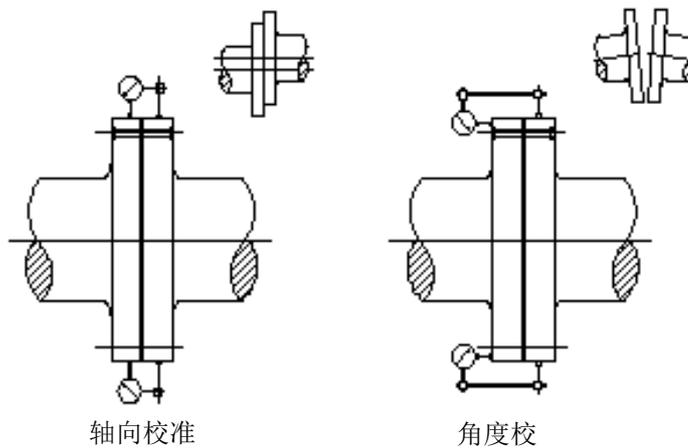

图 3-9 使用指示器进行调正检查
3. 安装调正设备。如果使用度盘式指示器，最好将指示器调整到两个方向上均有大约一半的刻度。检查指示器支架的刚性，以消除中沉的可能性，请参阅图 3-9 使用指示器进行调正检查